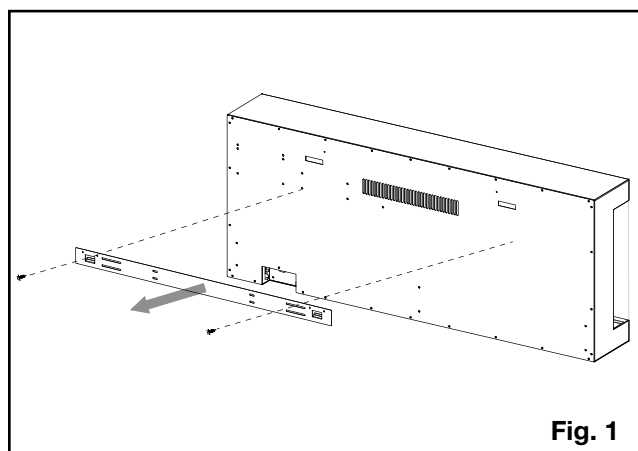

Fig. 1
3. Placez l'appareil face vers le bas sur une surface douce et non abrasive. Retirez le support à l'arrière de l'appareil en enlevant les vis (**Fig. 1**). Mettez le support de côté et jetez les vis.